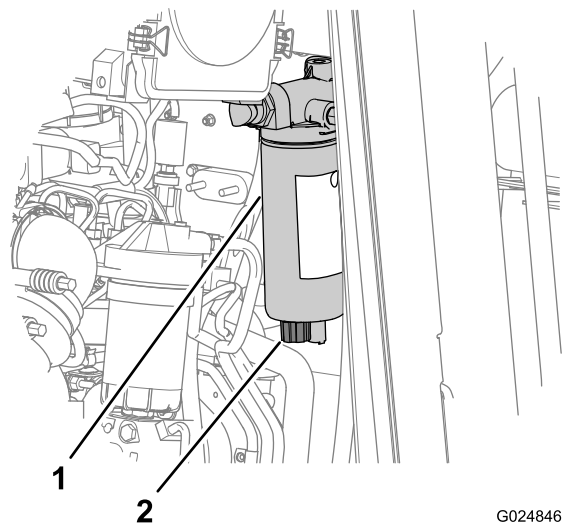

Bild 20
2. Stellen Sie eine Auffangwanne unter das Ablassventil am Kraftstoff-Wasserabscheider (Bild 20).